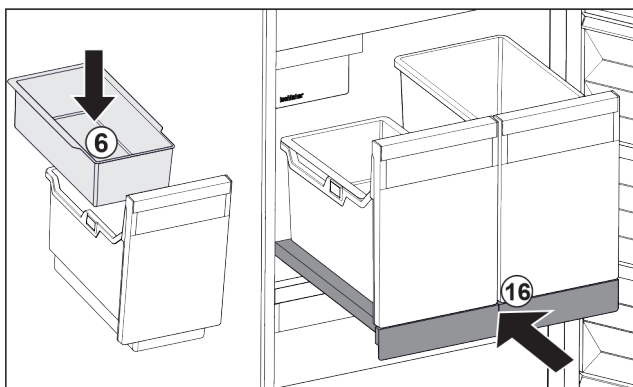

Fig. 87
- ▶ Vsaďte závěsnou misku Fig. 87 (6) pro kostky ledu.
- ▶ Zasuňte vysouvací přihrádku s nádobou (IceTower). Fig. 87 (16)